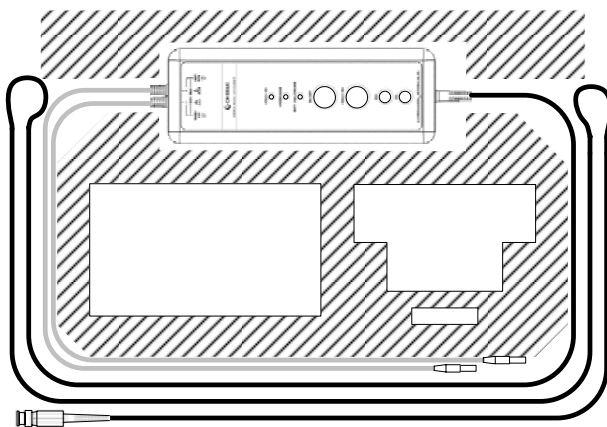

图 11 输入输出线在包装箱内的盘绕方法
- ①保持探头的清洁干燥。
- ②若需清洁，可用柔软干布或拧干的柔软潮布擦拭，擦拭时远离输入端、开关及指示灯，以免进水。探头表面干透以前不可投入使用。不可使用化学药剂清洁。
- ③不使用探头时，请将其放入所配塑料包装箱内，置于阴凉、洁净和干燥处。
- ④运输探头时，务必将其放入所配塑料包装箱内，可起防震作用。
- ⑤装回包装箱时，请理顺输入、输出线，将其按图 11 所示方法盘绕，并嵌入包装箱边缘槽内。